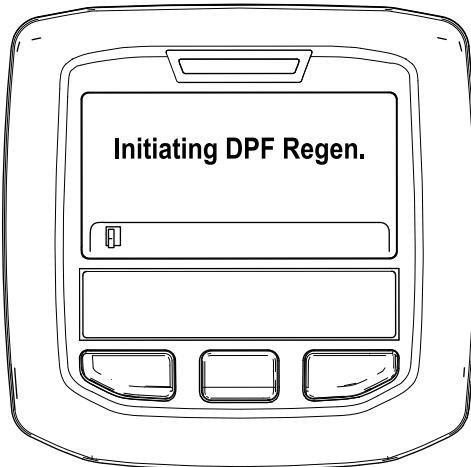

Рисунок 47
- Появится сообщение «Initiating DPF Regen.» («Начало регенерации DPF») (Рисунок 47).